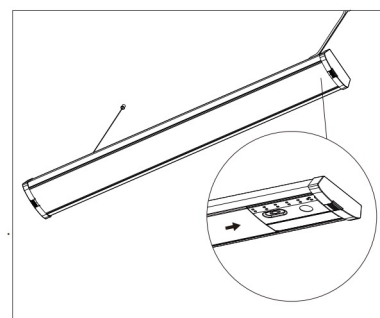

Figure 17
7. Fixez le diffuseur. Consultez la figure 17 à titre de référence.
- a. Pour installer le diffuseur (B), commencez à une extrémité du boîtier du luminaire et insérez la rainure du diffuseur sur le rebord de la base. Pressez délicatement le diffuseur afin d'engager le côté opposé, puis continuez sur toute la longueur jusqu'à ce qu'il soit complètement installé.